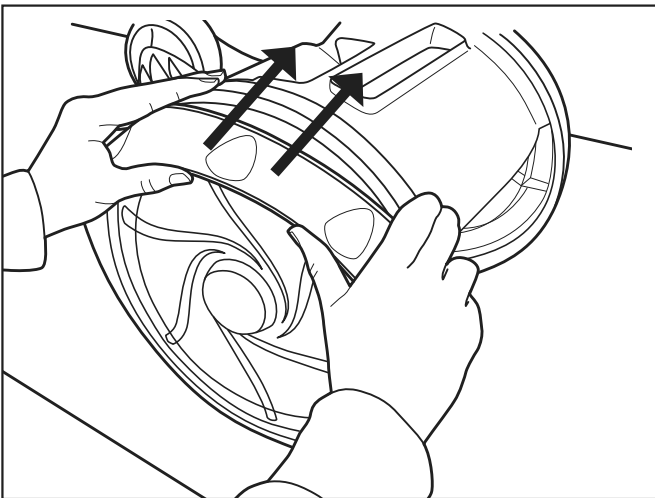

Figura 20. Empuje el neumático sobre la rueda
4. Presione uno de los lados del neumático hacia la rueda y el ajuste del neumático en la rueda, tal como se muestra en la Figura 20.